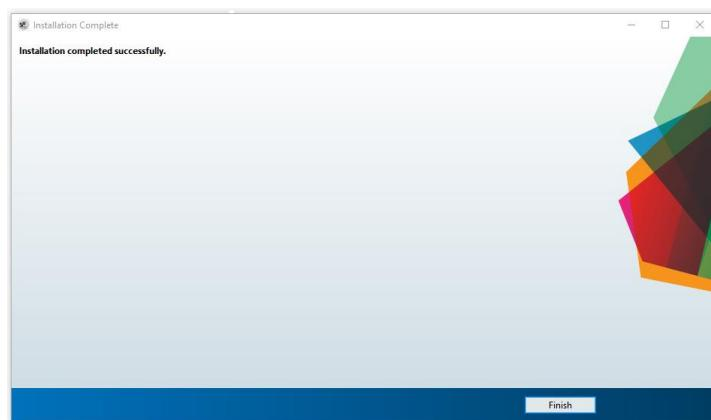

Figura 2-8 Ventana de finalización de instalación
- Cuando finalice el proceso usted verá una ventana como la presentada en la Figura 2-8. En este caso, haga clic en el botón **Finish >** y la instalación habrá culminado.